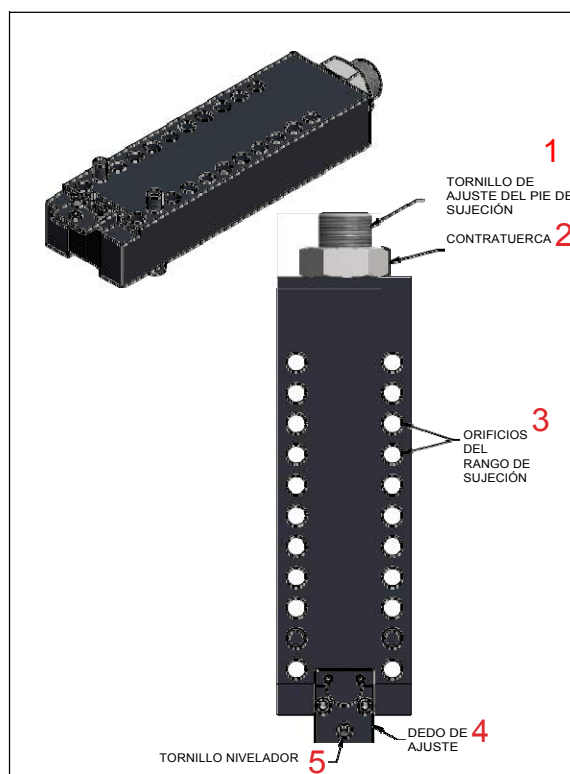

FIGURA 3-6. COMPONENTES DEL PIE DE SUJECIÓN FF3600
2. Si el diámetro de la pieza de trabajo es menor a 36,5 "(927 mm), fije los dedos de configuración a los pies de sujeción como se muestra en la Figura 3-6.